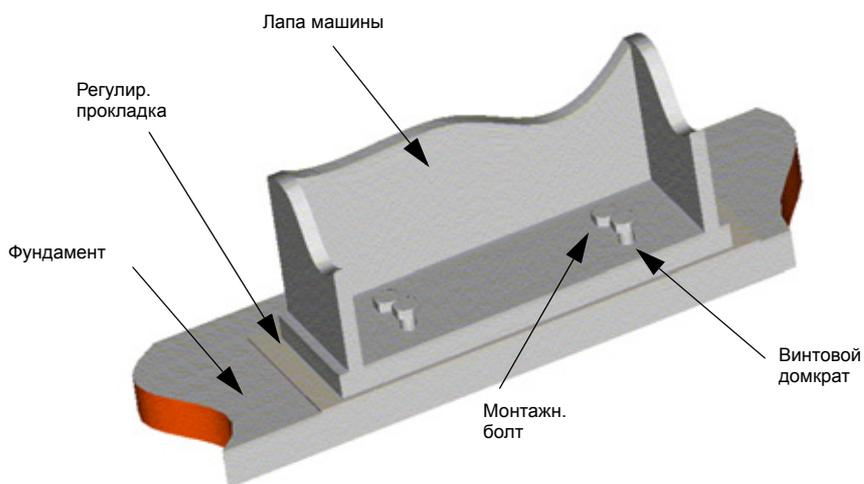

Рисунок 3-4 Вертикальное положение лапы машины
Для облегчения наладки и установки регулировочных прокладок, винтовые домкраты установлены в лапе машины, см. *Рисунок 3-4 Вертикальное положение лапы машины*. Машина остается стоять на винтовых домкратах. Следует отметить, что машина должна стоять на всех четырех лапах (домкратах) на ровной параллели в пределах 0.1 мм (4.0 мила) или лучше. Если показатели не соответствуют, корпус машины может искривиться или изогнуться, что может привести к повреждению подшипника или другим неисправностям.
5. Вертикальная настройка производится подкручиванием винтовых домкратов или подъемом гидравлических домкратов. Для упрощения вертикальной настройки винтовые домкраты устанавливаются в лапах горизонтально установленной машины, см. *Рисунок 3-4 Вертикальное положение лапы машины*. На точность настройки машины иногда влияет тепловое расширение корпуса, см. *Раздел 3.6.4 Корректировка теплового расширения*